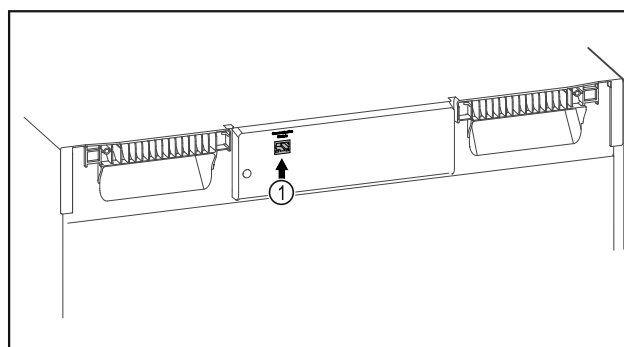

Fig. 112
- SmartModule Fig. 112 (1) on otettu käyttöön.